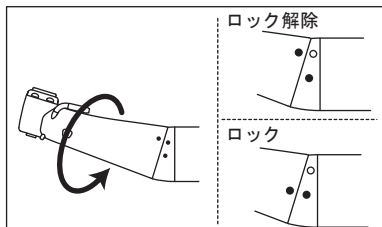

図11
- 3) ヘッドの●印とシャंकの○印（ロック解除）を合わせて突き当たるまで挿入します。(図11)
- 4) ヘッドを●印（ロック）方向へカチッとした感覚がする（●印が合う）まで回します。(図11)
- ・モータにハンドピースを取り付ける際、ハンドピースの●印が合っていることを確認してください（図11）。印がずれた位置でモータにハンドピースを取り付けると、ハンドピースとモータが確実に取り付けられない、または、ヘッドが緩み外れる恐れがあります。
- 1) ヘッドとシャンクの●印が合い、ロックされていることを確認します。(図11)